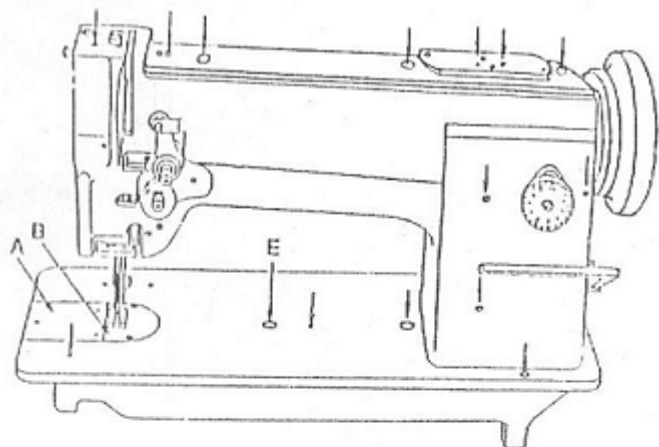

Fig.2
3. Снимите крышку челнока. Рисунок 2, А.
Машина снабжена системой блокировки челнока, она необходимо если в механизм челнока или приводного вала что – то попало. Для блокировки нажмите кнопку E, рисунок 2, и рукой проверните маховик, пока машина не заблокируется. После этого снимите заднюю и челночную крышку, и произведите очистку рабочих зон.